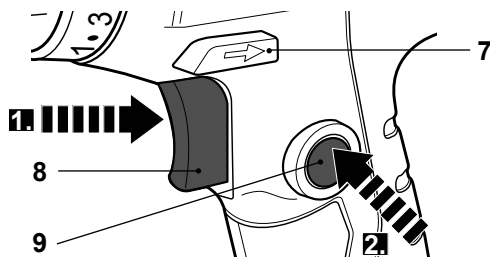

Fig. 10
1. Encienda el producto pulsando el interruptor de on/off (8) y manténgalo en posición(Fig. 10, step 1).
2. Pulse el botón de bloqueo (9) y manténgalo en posición para bloquear el interruptor de on/off (8)(Fig. 10, step 2).
3. Suelte el botón de bloqueo (9) e interruptor de encendido/apagado (8). El interruptor está bloqueado ahora en para uso continuo.
4. Presione y suelte el interruptor de on/off (8) para cambiar el producto apagado.